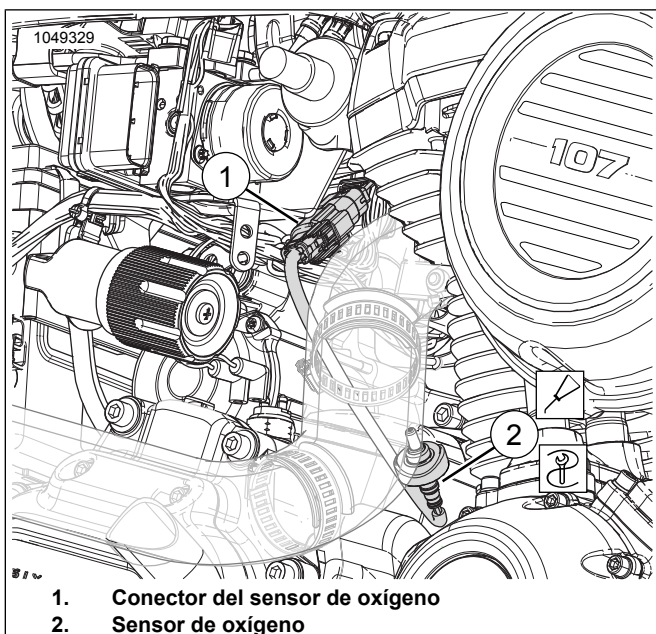

Figura 20. Sensor de oxígeno trasero
Vea Figura 20. Desenchufe el conector del sensor de oxígeno trasero (1) del arnés principal.